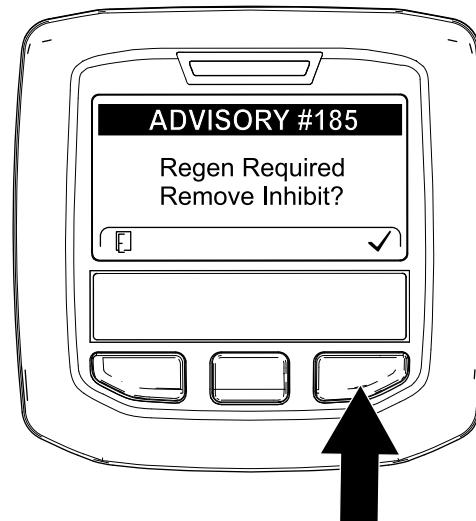

Bild 48
**Hinweis:** Wenn INHIBIT REGEN. auf ON eingestellt ist, wird im InfoCenter ADVISORY #185 angezeigt (Bild 48). Drücken Sie die Taste 3, um die Einstellung für das Verhindern der Regenerierung auf OFF einzustellen und die Zurücksetzen-Regenerierung fortzusetzen.